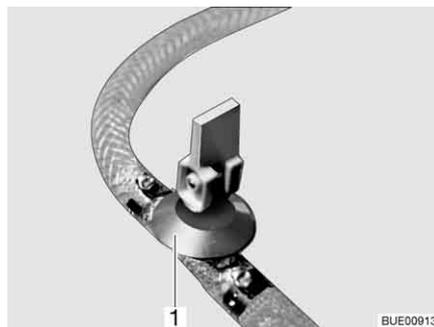
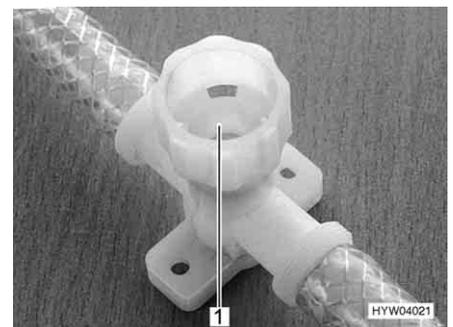

Bild 168 Ablasshahn (mit Kipphebel)
Bild 169 Ablasshahn (mit Drehkappe)
- Alle Ablasshähne schließen. Dazu den Kipphebel des Ablasshahns (Bild 168,1) waagrecht stellen oder die Kappe des Ablasshahns (Bild 169,1) im Uhrzeigersinn zudrehen.